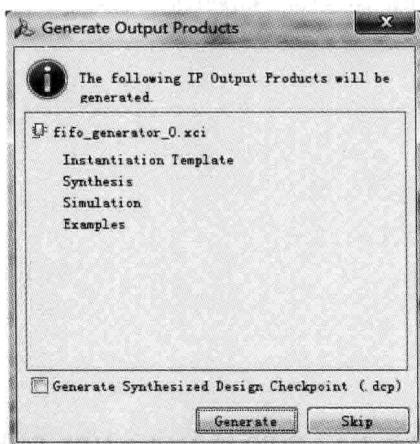
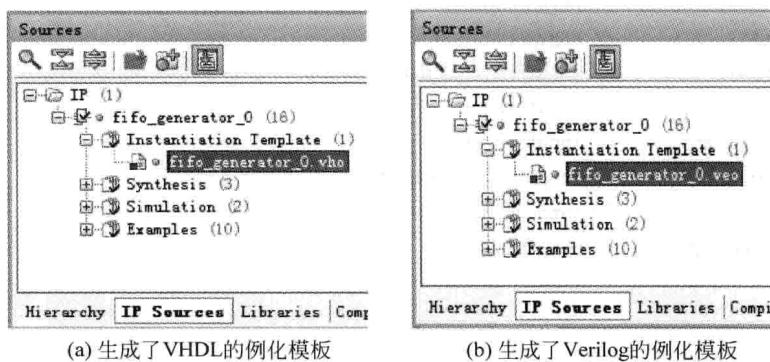

图 3.4 生成 FIFO 界面
图 3.5 FIFO 的不同 HDL 语言例化模板
(5) 单击 OK 按钮。
(6) 如图 3.4 所示,出现 Generate Output Products(生成输出产品)对话框界面。在该界面中,提示将生成名字为 fifo\_generator\_0.xci 的 IP 核例化。同时,也将生成例化模板、工程例子、综合后网表等输出文件。
(7) 单击 Generate 按钮。
(8) 当生成 IP 核过程完成后,在源文件窗口内,添加了名字为 fifo\_generator\_0 的 IP 核设计。
(9) 如图 3.5 所示,在源文件窗口中,单击 IP Sources 标签。在该标签窗口下,单击并展开 fifo\_generator\_0。在展开项中,找到 Instantiation Template 例化模板。对于使用 VHDL 语言的读者,如图 3.5(a)所示,选择并单击 fifo\_generator\_0.vho 文件;对于使用 Verilog 语言的读者,如图 3.5(b)所示,选择并单击 fifo\_generator\_0.veo 文件。